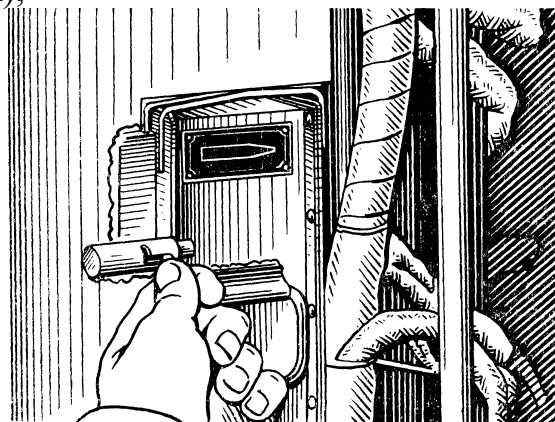

Рис. 11. Відкривання (закривання) замка магазинів до кулемета ПКТ
- після повороту навідником-оператором башти праворуч займає місце кулеметника правого борту знімає огороження сидіння десанту та відкриває замок магазинів спареного кулемету ПКТ (рис. 11), після чого виймає магазини кулемета ПКТ і передає їх механіку-водію.
- після з'єднання навідником стрічок патроном фіксує магазини за допомогою замка (рис. 11);